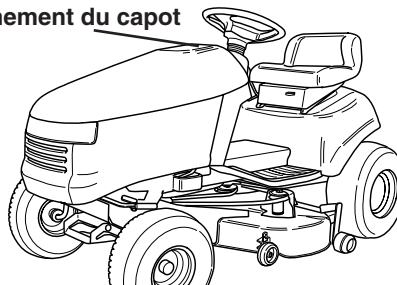

Figure 8. Réservoir à essence situé sous le capot
1. Mettre le levier de réglage de hauteur de coupe (A, figure 8) sur la position désirée.
1. Pour relever le capot, le saisir par l'encoche (Figure 8) du dessus, puis le faire pivoter vers le haut et l'avant.